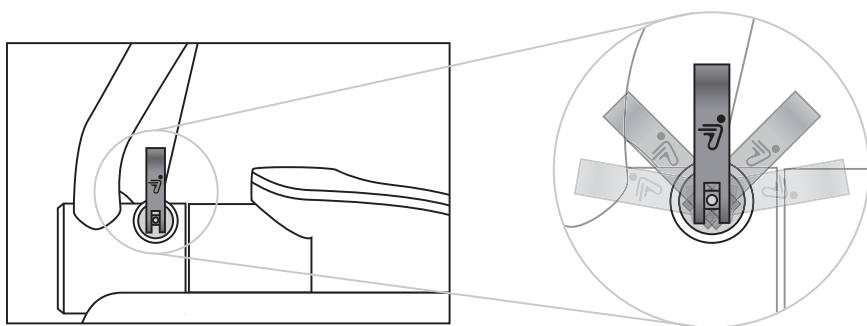

图 6. 放置免工具释放杆
6. 紧固之后，确保免工具释放杆处于图 6 中所示阴影区的任意位置。